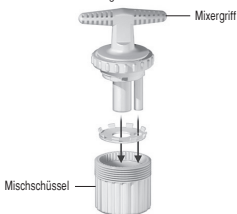

Abbildung 2: CONFIDENCE 11 ml Spinalzement-Mixer
14. Zur Zubereitung des Zements die folgenden Schritte (Abbildung 2 und 3) durchführen:
- Das Tütchen vorsichtig öffnen. Das gesamte Pulver in eine auf einer flachen Oberfläche stehenden CONFIDENCE Mischschüssel leeren (siehe Abbildung 2).
- Die Mischschüssel wie in Abbildung 2 dargestellt senkrecht halten und den Mixergriff an der Mischschüssel festschrauben. Den Griff dann 20-30 Sekunden lang im Uhrzeigersinn und 20-30 Sekunden lang entgegen dem Uhrzeigersinn drehen. Hinweis: Es ist wichtig, dass der CONFIDENCE Mixer während des gesamten Mischvorgangs senkrecht gehalten wird, um ein gleichförmiges Mischen zu gewährleisten. Den Mixergriff abschrauben und abnehmen.